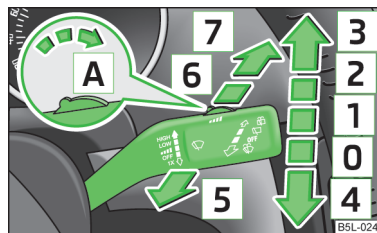

Fig. 37
- Se è attiva la tergiture lenta [2] » **fig. 37** a pagina 53 o veloce [3] e la velocità di marcia scende sotto i 4 km/h, viene attivato automaticamente lo stadio di tergiture inferiore. Con velocità superiori ai 8 km/h viene ripristinata la tergiture precedente.
- Per tergere solo **brevemente** il parabrezza spingere la leva nella posizione molleggiata [4] » **fig. 37**. Se la leva viene mantenuta nella posizione inferiore per più di 1 secondo, il tergicristallo terge più rapidamente.
- Portare la leva verso l'alto in posizione [1] » **fig. 37**.
- Portare la leva verso l'alto in posizione [2] » **fig. 37**.
- Portare la leva verso l'alto in posizione [3] » **fig. 37**.
- Tirare la leva verso il volante nella posizione molleggiata [5] » fig. 37, il lavacristallo spruzza subito, i tergicristalli si muovono leggermente dopo. A velocità superiori ai 120 km/h il lavacristallo e i tergicristalli si azionano contemporaneamente.
- Portare la leva in posizione [1] » fig. 37.
- Premere la leva allontanandola dal volante in posizione [6] » fig. 37, il tergicristallo detergerà ogni 6 secondi.
- Spingere completamente in avanti la leva del volante fino alla posizione molleggiata [7] » fig. 37, il lavalunotto spruzza subito, i tergicristalli si muovono leggermente dopo. Fino a quando la leva rimane in questa posizione, funzionano sia il tergicristallo sia il lavacristallo.
- Riportare la leva in posizione di base [0] » fig. 37.
Con velocità superiore ai 5 km/h e con leva del tergicristallo in posizione [2] o in posizione » fig. 37 a pagina 53 [3] il tergilunotto esegue un'operazione di tergiture rispettivamente ogni 30 o 10 secondi.
- Premere cinque volte consecutive entro 5 secondi la leva di comando in posizione [6] » fig. 37 a pagina 53.
La pulizia dei fari viene effettuata dopo la prima e ogni quinta spruzzatura del parabrezza, se i fari anabbaglianti o abbaglianti sono accesi e se la leva tergicristallo viene mantenuta per circa 1 secondo nella posizione **5** » fig. 37 a pagina 53.
- Entro i successivi 10 secondi premere la leva tergicristallo in posizione **4** » fig. 37 a pagina 53 - i bracci si portano in posizione Service.